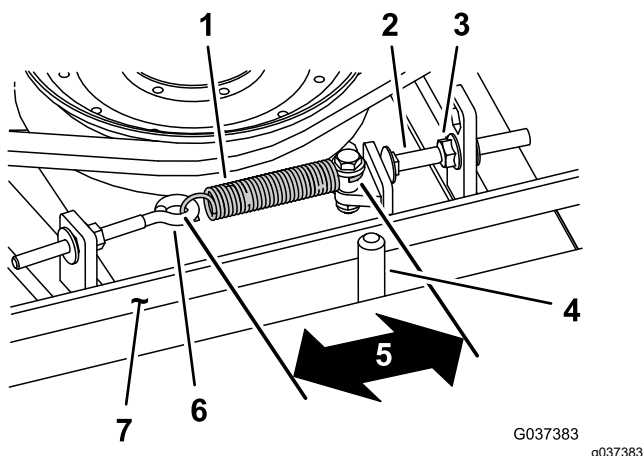

Figura 76
Cuando está correctamente tensado, la longitud en el interior del muelle de extensión (entre ganchos) debe ser de 8,3 cm a 9,5 cm aproximadamente. Una vez que haya obtenido la tensión correcta del muelle, ajuste el perno de tope (perno de cuello cuadrado) hasta que quede aproximadamente 2–5 mm de holgura entre la cabeza del perno y el brazo tensor (Figura 76).
Nota: Asegúrese de que la correa está colocada en el lado del muelle de la guía de la correa (Figura 76).
2. Afloje el perno de ojal para poder retirar el muelle de extensión (Figura 76).
3. Afloje la tuerca con arandela prensada que fija el perno de tope a la pestaña de montaje, y aparte la polea tensora de la correa para aliviar la tensión de la correa (Figura 76).
9. Conecte el muelle de extensión (Figura 76) al perno de ojal y tense la correa de la siguiente manera: